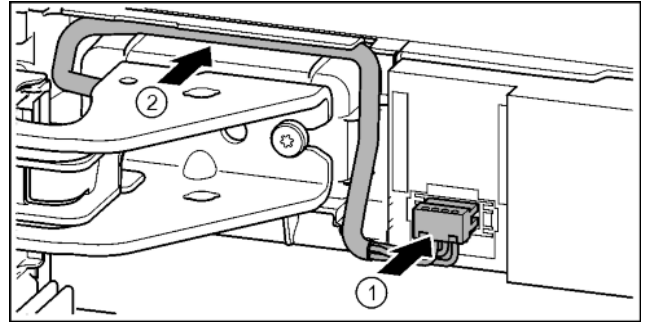

Fig. 36
- ▶ Insérer le connecteur sur le support de palier et poser délicatement les torons de câble dans le conduit. *Fig. 36 (1)*
- ▶ Poser délicatement le câble gris dans le guide au-dessus du support de palier supérieur. *Fig. 36 (2)*